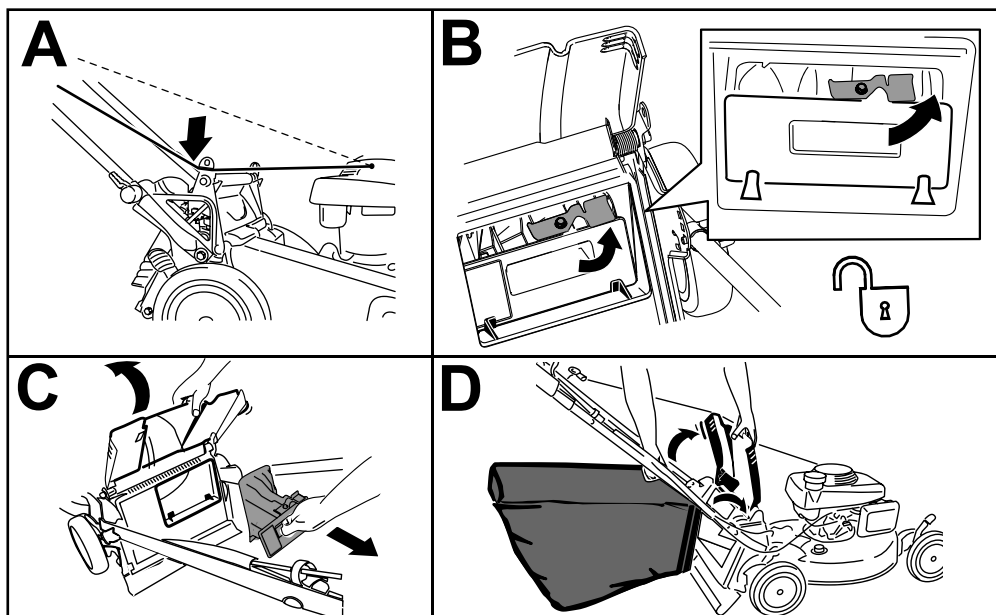

Figure 17
1. Faites passer le câble du lanceur autour du guide inférieur (A de Figure 17).
2. Relevez et bloquez le déflecteur arrière en position, puis déverrouillez l'obturateur arrière (B de Figure 17).
3. Retirez l'obturateur arrière (C de Figure 17).
4. Accrochez les ergots du bord supérieur avant du bac sur les crans des supports du guidon (D de Figure 17).